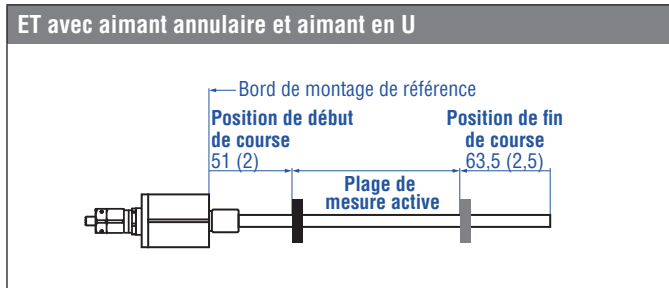

Fig. 13: Positions de debut et de fin de course des aimants
5. Vérifier les valeurs de début et de fin prédéfinies pour l'intervalle de la plage de mesure (Fig. 13) et les corriger si nécessaire à l'aide du système de contrôle du client ou d'un outil de maintenance de Temposonics. L'utilisation d'outils de maintenance est décrite en détails dans les pages suivantes.